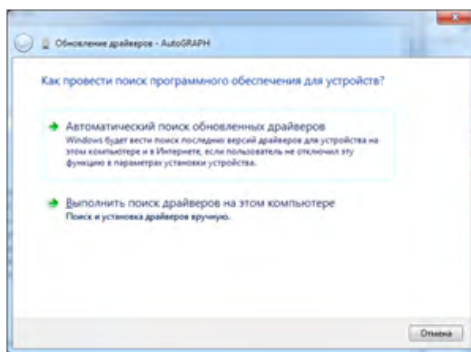

Рис.2.
3. Запустите Мастер обновления драйверов для устройства AutoGRAPH, выберите пункт «Выполнить поиск драйверов вручную» (Рис.2).